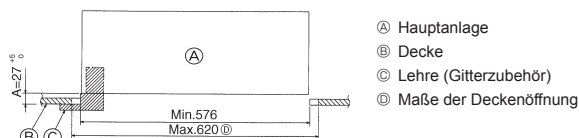

Fig. 2-6
- Wenn sich die Hauptanlage nicht an den Montagelöchern in der Decke ausrichten läßt, kann sie mit einem dafür vorgesehenen Schlitz in der Montageplatte angepaßt werden. (Fig. 2-6)